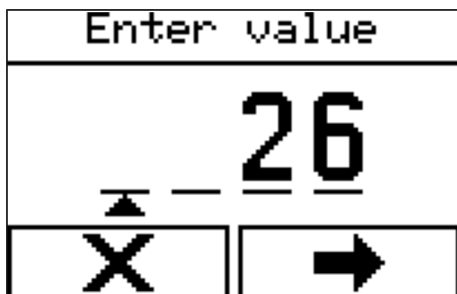

Fig. 132: Entering a value (example)
3. ➤ Set the parameter (Fig. 132).